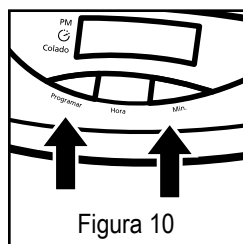

Figura 10
3. Ainda pressionando e mantendo pressionado o botão para programar, pressione e mantenha pressionado o botão para ajustar os minutos “Min.,” até que os minutos corretos apareçam na tela do relógio. Veja a figura 10.